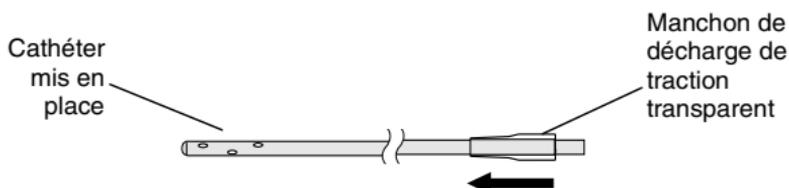

Figure 7. Mise en place du manchon de décharge de traction transparent sur le cathéter.
3. Glisser le manchon de décharge de traction transparent, la petite extrémité d'abord, sur le cathéter mis en place (Figure 7).